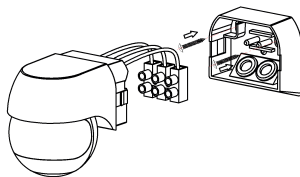

Fig.3
5. Reinstallare il sensore agganciandolo alla base e ricollegare l'alimentazione elettrica (Fig.3).
5. Reinstall the sensor by attaching it to the base and reconnecting the power supply (Fig.3).